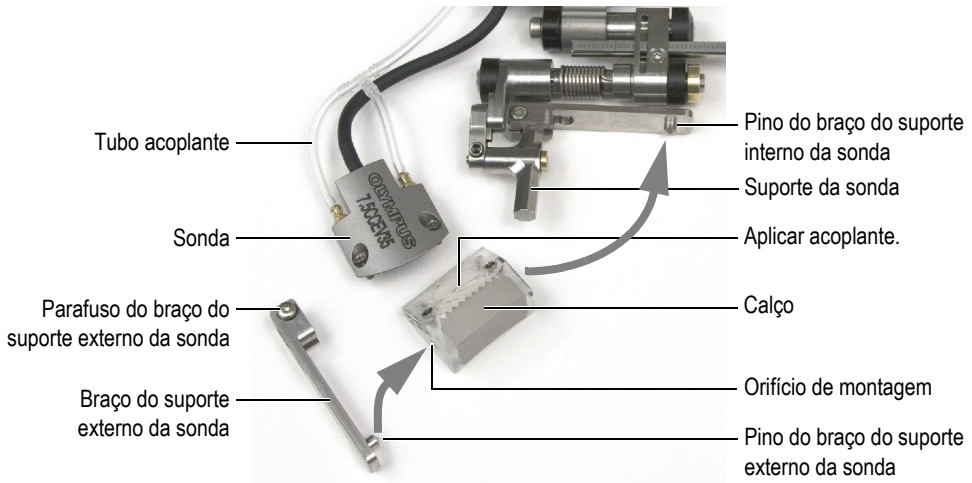

Figura 2-5 Substituir o calço no escâner
1. Remova o braço do suporte externo da sonda (veja Figura 2-5 na página 37):